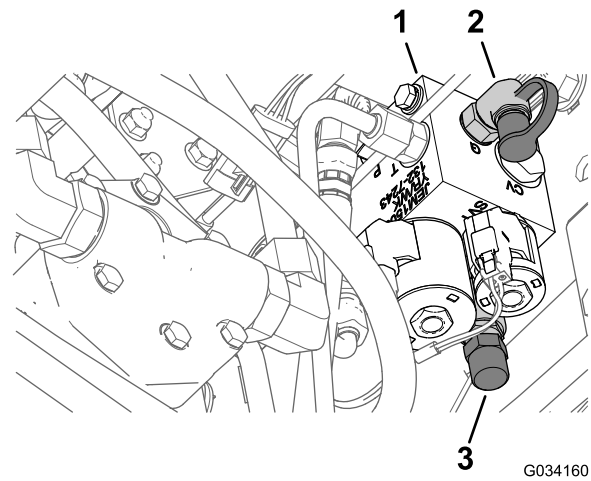

Figura 16
3. Conecte un manómetro al punto de prueba situado en la parte trasera del distribuidor de elevación (Figura 16)
4. En la parte delantera del distribuidor de elevación, retire el tapón de la válvula de transferencia de peso (Figura 16).
5. Afloje la contratuerca de la parte inferior de la válvula de transferencia de peso (Figura 16).